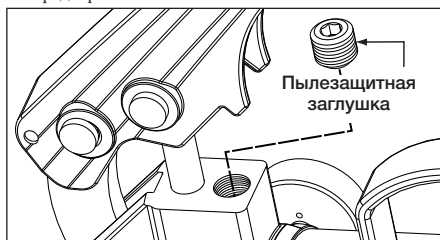

Рисунок 12 – предохранительный клапан
- В моделях P-18 и P-39 предохранительный клапан находится на верхней стороне головки насоса. См. рисунок 12.